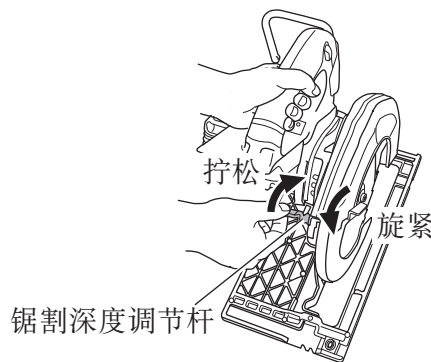
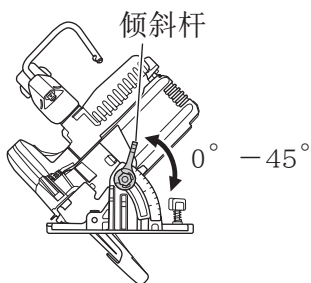

图18
图19
1. 调整锯割深度 (图18)
如图19所示，松开斜尺上的倾斜杆，锯片与底座间将形成 $45^{\circ}$ 角。
2. 检查控制杆是否拧紧（第24—25页的图18、图19）